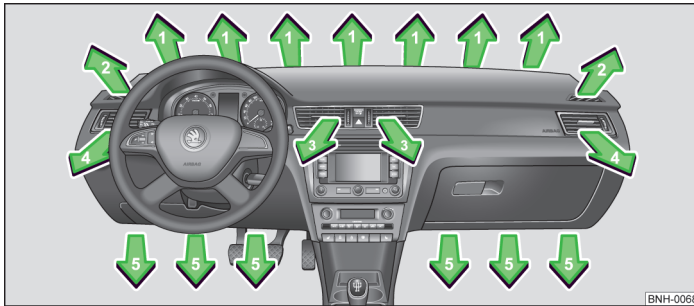
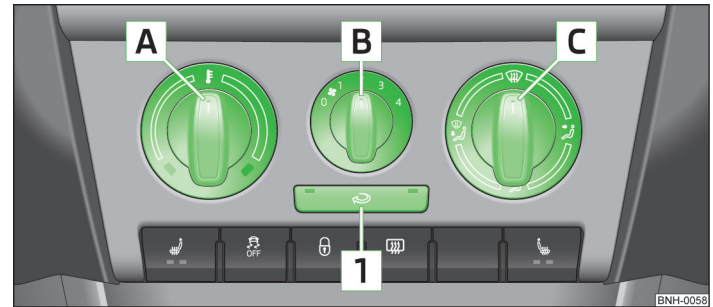

Abb. 58 Luftaustrittsdüsen
Abb. 59 Heizung: Bedienelemente
- › Die waagerechten Lamellen mithilfe des verschiebbaren Verstellers schwenken, um die Höhe der Luftströmung zu ändern » Abb. 58.
Die Luftzufuhr für die einzelnen Luftaustrittsdüsen mit dem Luftverteilungsregler **C** » Abb. 59 einstellen. Die Luftaustrittsdüsen **3** » Abb. 58 und **4** können einzeln geschlossen und geöffnet werden.
- › Den Drehregler **A** » Abb. 59 nach rechts drehen, um die Temperatur zu erhöhen.
- › Den Gebläseschalter **B** » Abb. 59 in eine der Positionen 1 bis 4 drehen, um das Gebläse einzuschalten.
- › Mit dem Luftverteilungsregler **C** » Abb. 59 wird die Richtung des Luftaustritts geregelt » Seite 61, *Luftaustrittsdüsen*.
Alle Bedienelemente, außer dem Gebläseschalter **B** » Abb. 59, können auf jede beliebige Zwischenstellung eingestellt werden.
- Bedienelemente **A** » Abb. 59 » Seite 61, **B**, **C** und die Taste **1**.
- Die Taste **1** » Abb. 59 » Seite 61 drücken, in der Taste leuchtet die Kontrollleuchte auf.
- Die Taste **1** » Abb. 59 » Seite 61 erneut drücken, die Kontrollleuchte in der Taste erlischt.
Wenn der Luftverteilungsregler **C** » Abb. 59 » Seite 61 in die Position gedreht wird, wird der Umluftbetrieb automatisch ausgeschaltet. Durch wiederholtes Drücken der Taste kann auch in dieser Stellung der Umluftbetrieb wieder eingeschaltet werden. ▶